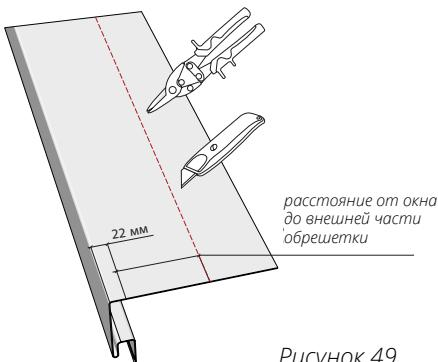

Рисунок 49
- 13.4** Ширина околооконной планки подгоняется и подрезается под глубину оконного проема. Измерьте расстояние от окна до внешней части обрешетки (рис. 48), прибавьте к нему 22 мм, при использовании приоконной планки 30 мм. Перенесите это расстояние на широкую часть околооконной планки (рис. 49). Лишнее отрежьте, используя правило, нож или ножницы.